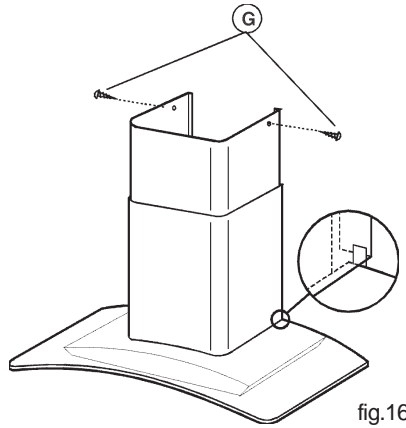
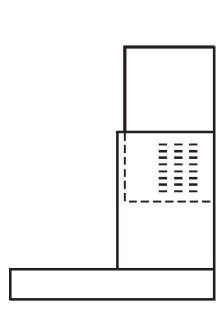

fig.16
fig.18
7. Positionnez les cheminées assemblées sur la hotte. Faites particulièrement attention lors de la manipulation des cheminées télescopiques (surtout au moment de les appuyer sur le corps de la hotte) de ne pas les rayer. La cheminée supérieure doit être positionnée face au déflecteur et fixez-la à l'aide des 2 vis (G) (fig. 16).
5. Positionnez les cheminées assemblées sur la hotte. Faites particulièrement attention lors de la manipulation des cheminées télescopiques (surtout au moment de les appuyer sur le corps de la hotte) de ne pas les rayer (fig. 16). Celles-ci doivent être installées de telle sorte à ce que les grilles d'aération situées sur la cheminée supérieure se placent en position basse (fig. 18).
6. Fixez la cheminée à l'aide des 2 vis (G) (fig.16).